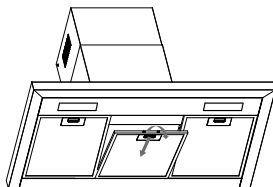
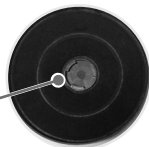
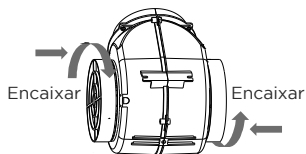

Fig. 6
Fig. 7
Fig. 8
3. Acesse o motor do aparelho abrindo o filtro de alumínio (Fig. 6), fixe os filtros de carvão ativado no motor, observando o correto encaixe das ranhuras (Fig. 7) no suporte plástico do motor e girando-os no sentido horário (Fig. 8).